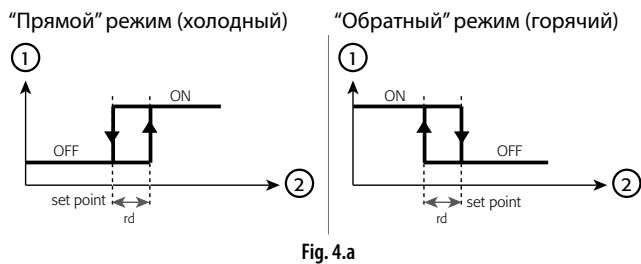

Fig. 4.a
- r3=0: прямой с размораживанием. Позволяет запросить включение компрессора, когда температура измеренная зондом 1 превышает уровень заданного значения. Настоящий режим предусматривает размораживание (называется "холодным режимом", смотреть Fig. 4.a)
- r3=1: прямой без размораживания (Fig. 4.a)
- r3=2: обратный без размораживания (Fig. 4.a). Позволяет запрашивать включение компрессора, когда температура зонда 1, спускается ниже установленного уровня. Настоящий режим работы НЕ предусматривает размораживания (поэтому называется также "горячим" режимом, смотреть Fig. 4.a).